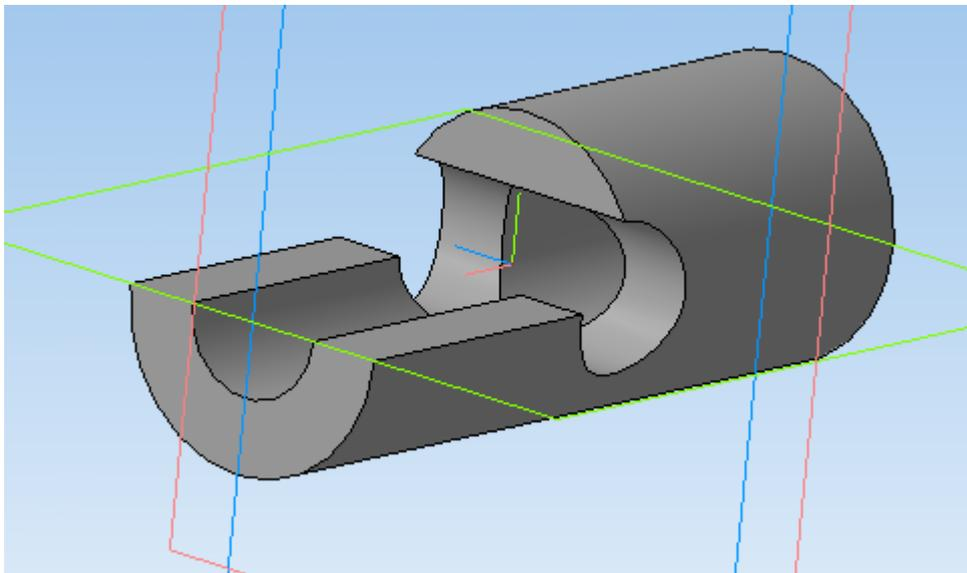

Рис. 28
24. Нажимаете «*Создать объект*» и у Вас должна получиться заданная деталь (рис. 28).